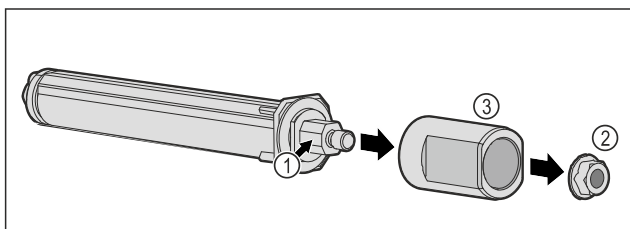

Fig. 58
- ▶ Dørlukkesystemet Fig. 58 (1) må ikke demonteres.
- ▶ Fjern møtrikken Fig. 58 (2).
- ▶ Afmonter Fig. 58 (3) muffen.